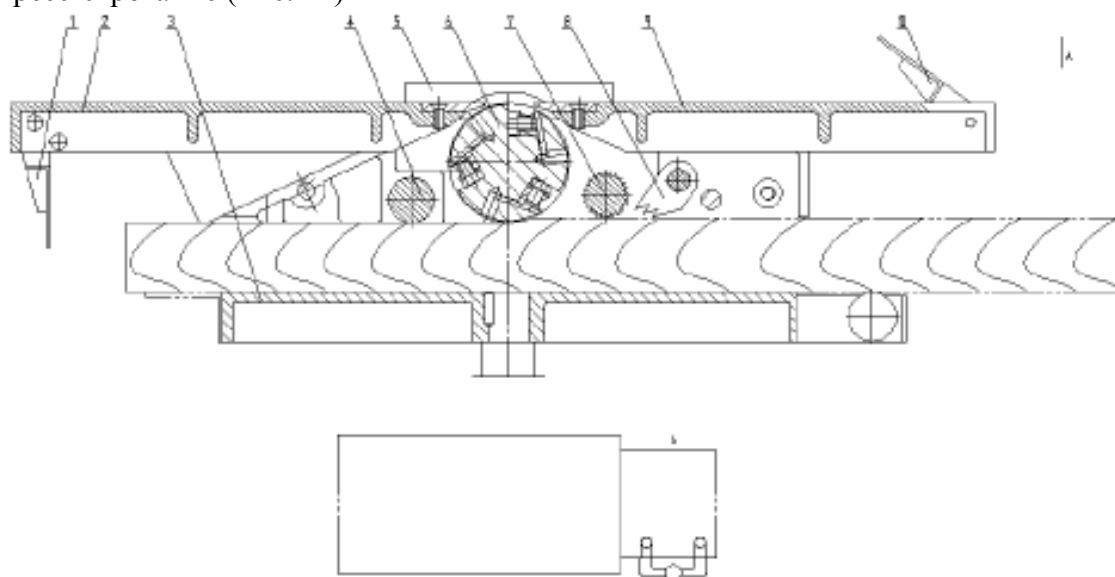

Рис. 11 Схема для пресс-строгания
### 7.3 Пресс-строгание (Рис. 11)
- Оператор должен стоять, как показано на Рис. 11.